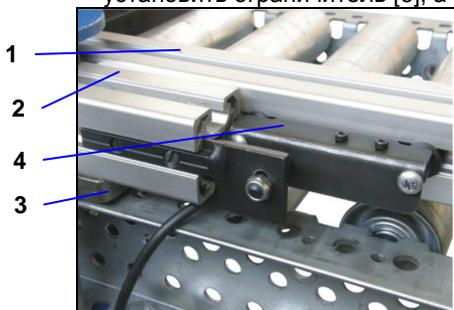

Рис.14
- d) Снять предохранение магнитного датчика линейки [4] и установить при помощи кронштейна находящегося на профиле [2] (рис.14).
e) Ввести профиль линейки [1] в направляющую [2] установленные на подставке корпуса [3]. Далее ввести в канал в профиле линейки магнитный датчик [4] (рис.14). После выполнения этой операции вновь установить ограничитель [6], а также заслону датчика [5] (рис.15).